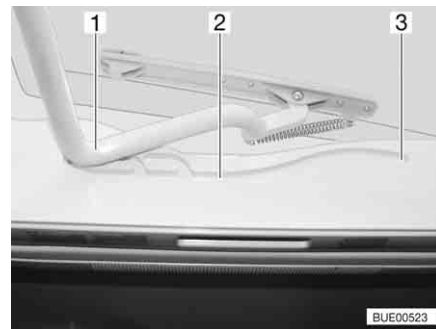

Bild 71 Heki-taklucka, spår
- Dra in bygel (Bild 71,1) i spåren (Bild 71,2) till den bakersta positionen (Bild 71,3).
- Tryck bygel (Bild 71,1) lätt uppåt med båda händerna.
- Drag bygel till önskad position i spåret (Bild 71,2).